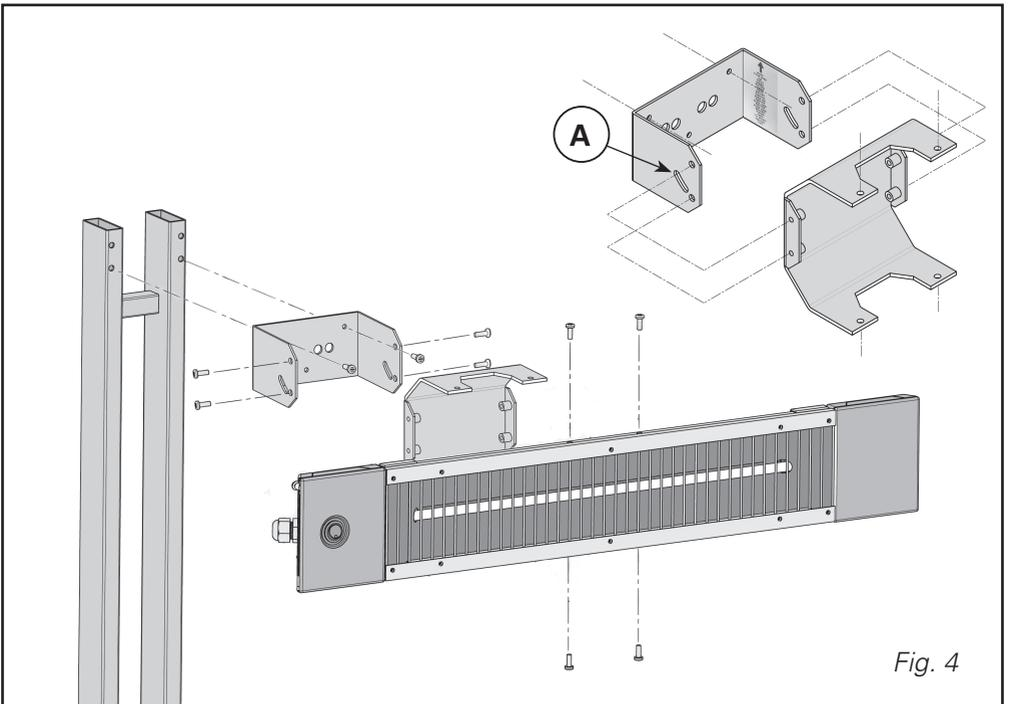

Fig. 4
- **Befestigung an Pfosten (Code 702, wahlweise).** Vorgang kontrollieren, dass die Öffnungen der Halterung (cod. 003205, wahlweise) sich im unteren Teil befinden (Abb. 4 und Abb. 4-A), und dass der Pfeil auf dem Aufkleber in Richtung zum hohen gedreht wird (Abb. 5).